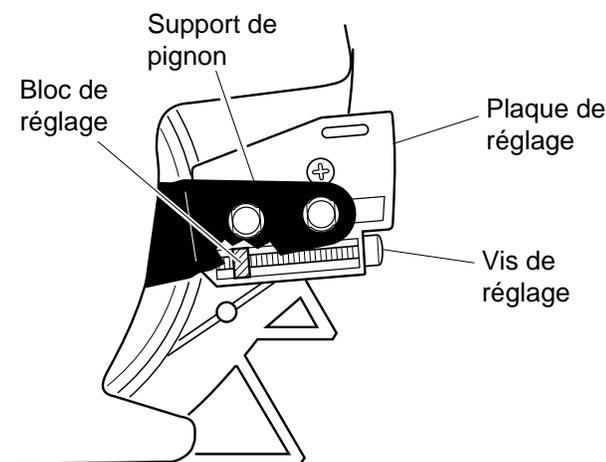

Figure 4 - Emplacement des pièces pour l'assemblage de la lame-guide
3. Tourner la vis de réglage dans le sens inverse des aiguilles d'une montre. (Voir la figure 4.) Continuer à tourner la vis jusqu'à ce que le bloc de réglage soit à l'arrière de la plaque de réglage.